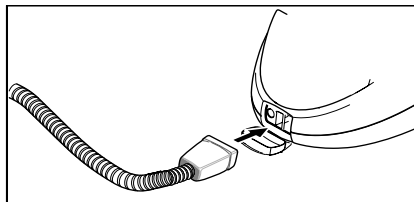

Rysunek 1
- Hak do parkowania (G3) nasunąć z naciśniętym przyciskiem odryglowującym na rurę przedłużającą (G1) aż do drugiego zatrzasku od dołu. W chwili zwolnienia przycisku odryglowującego hak do parkowania musi się zaczepić (patrz rysunek 1).